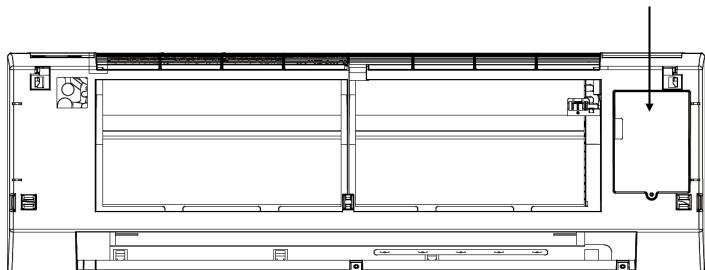

fig. 14
- Retire la tapa de protección de la placa de terminales ("fig. 14")